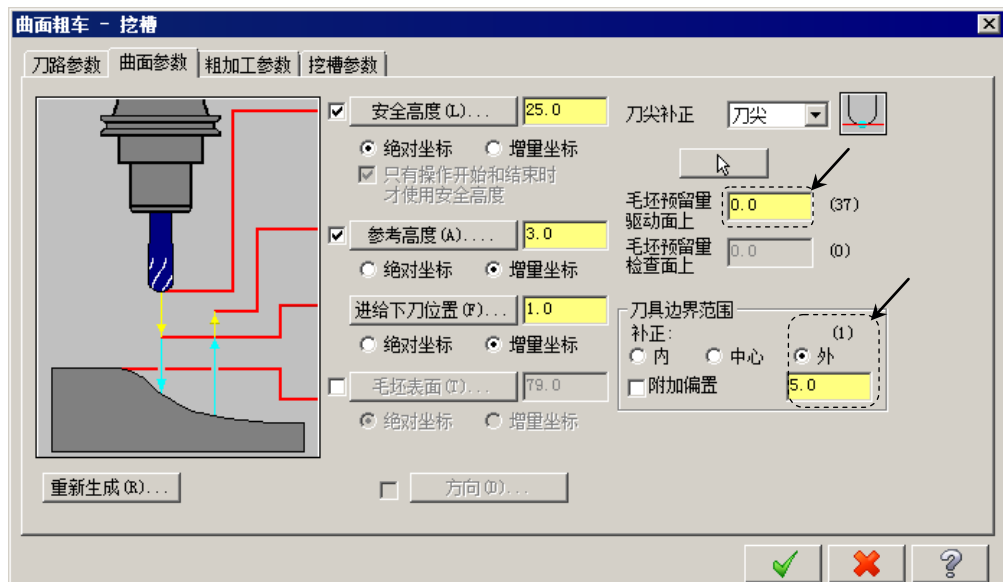

图 10.1.27 “曲面参数”选项卡
Step4. 设置曲面参数。在“曲面粗车-挖槽”对话框中单击**曲面参数**选项卡，设置图 10.1.27 所示的参数。